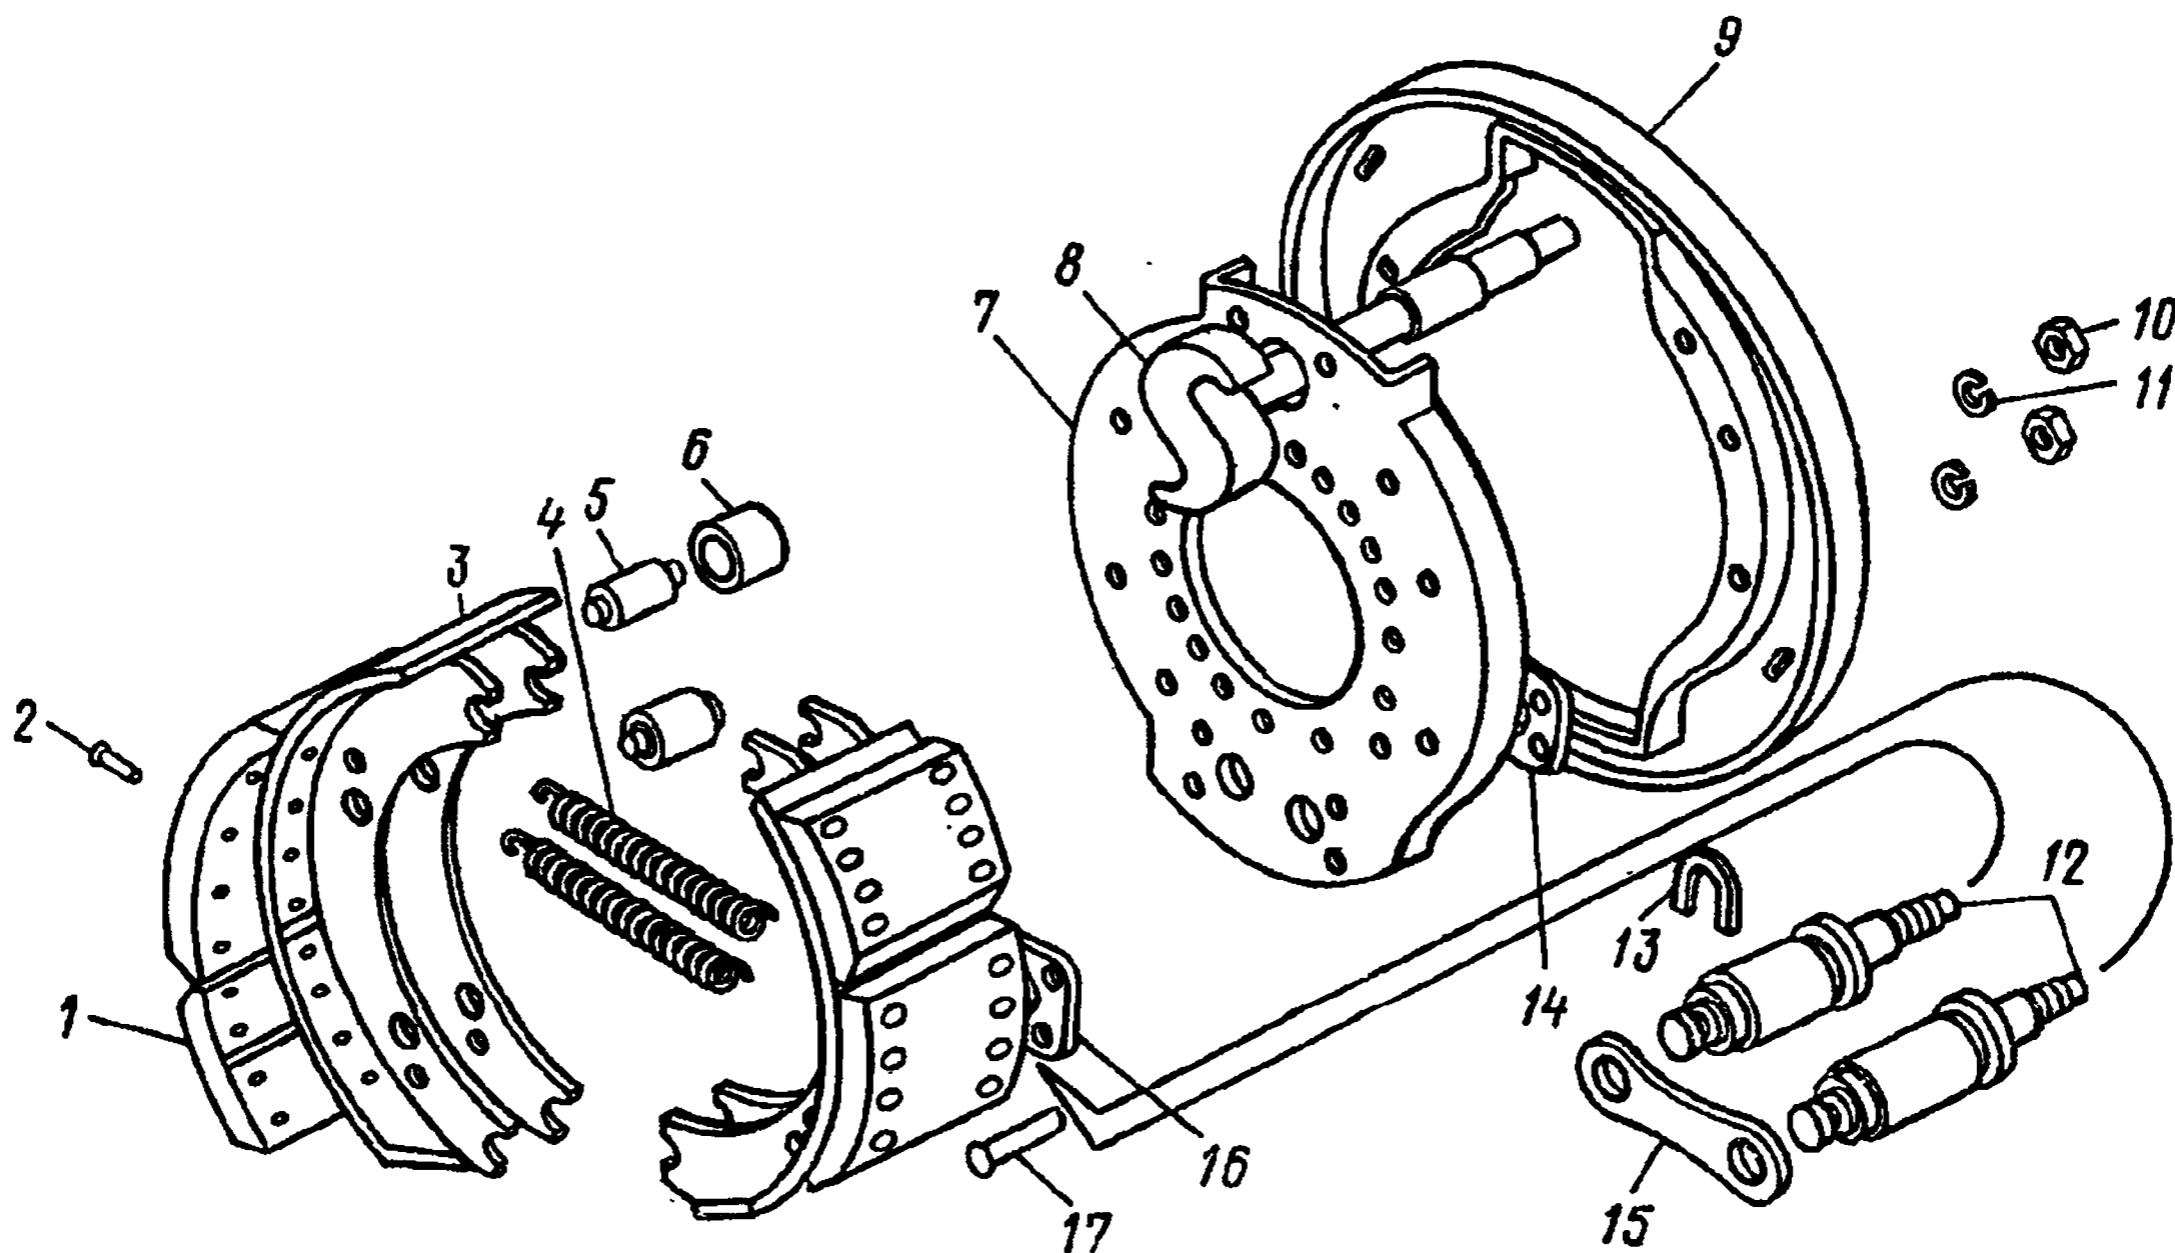

Рис. 200. Механизм тормозной:
6. Снимите пружины 4 (рис. 200) тормозных колодок, чеки 13, накладку 15 осей колодок, колодки 3 с роликами 6 с осей 12 колодок	Бородок, молоток